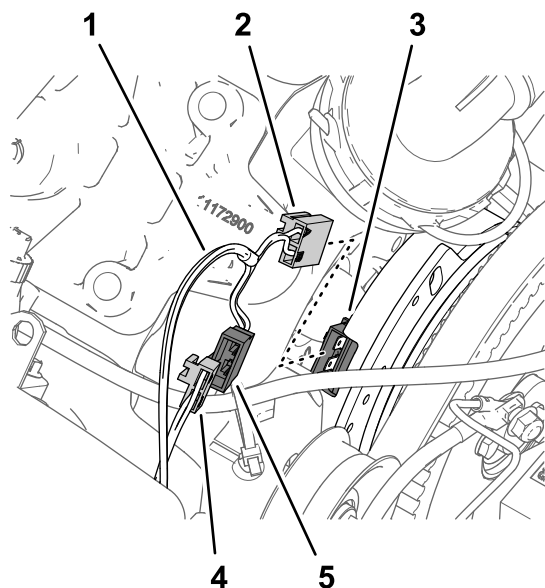

Рисунок 166
2. Подсоедините 2-штыревой разъем ответвления жгута проводов длиной 84 см из комплекта с маркировкой PUMP CLUTCH (МУФТА НАСОСА) к 2-гнездовому разъему жгута проводов машины с маркировкой SPRAY PUMP COIL (ОБМОТКА НАСОСА ОПРЫСКИВАТЕЛЯ) (Рисунок 166).
3. Подсоедините 2-гнездовой разъем жгута проводов из комплекта с маркировкой PUMP CLUTCH (МУФТА НАСОСА) к 2-штыревому разъему генератора (Рисунок 166).